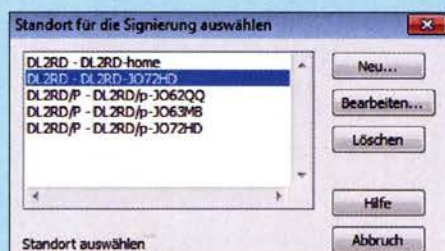

Bild 18: Im TQSL-Programm für den LoTW-Upload lassen sich jedem Rufzeichen mehrere Standorte zuordnen.
Das ist also etwas anders als beim LoTW. Wenn ich z. B. einen Contest von einem Portabelstandort aus durchführe und dabei, um Logfehler zu minimieren, den Anhang „/p“ weglasse, wie ich es nach § 11 Absatz (3) AFuV darf, muss ich mir für die betr. Rufzeichenvariante im TQSL-Programm für den LoTW-Upload einen extra Standort definieren. Dadurch ist gewährleistet, dass der beim QSO verwendete Locator im LoTW stimmt (Bild 18). Beim Import der LoTW-Daten ins QRZ-Logbook wird der Locator jedoch nicht übernommen. Eines ist allerdings Fakt: qrz.com prüft beim Import aus dem LoTW sehr wohl Rufzeichen und Zeitraum, obgleich man dies beim Import nicht selektieren kann. Dadurch werden die QSOs genau in das richtige Logbook geschrieben. Nun wissen wir es, aber ob es die anderen auch berücksichtigen? Beachtet der einzelne OP dies nämlich nicht, sondern nutzt für ein und dasselbe Rufzeichen immer dasselbe Logbook, ist zumindest der Locator bei Standortwechsel möglicherweise nicht korrekt verzeichnet.